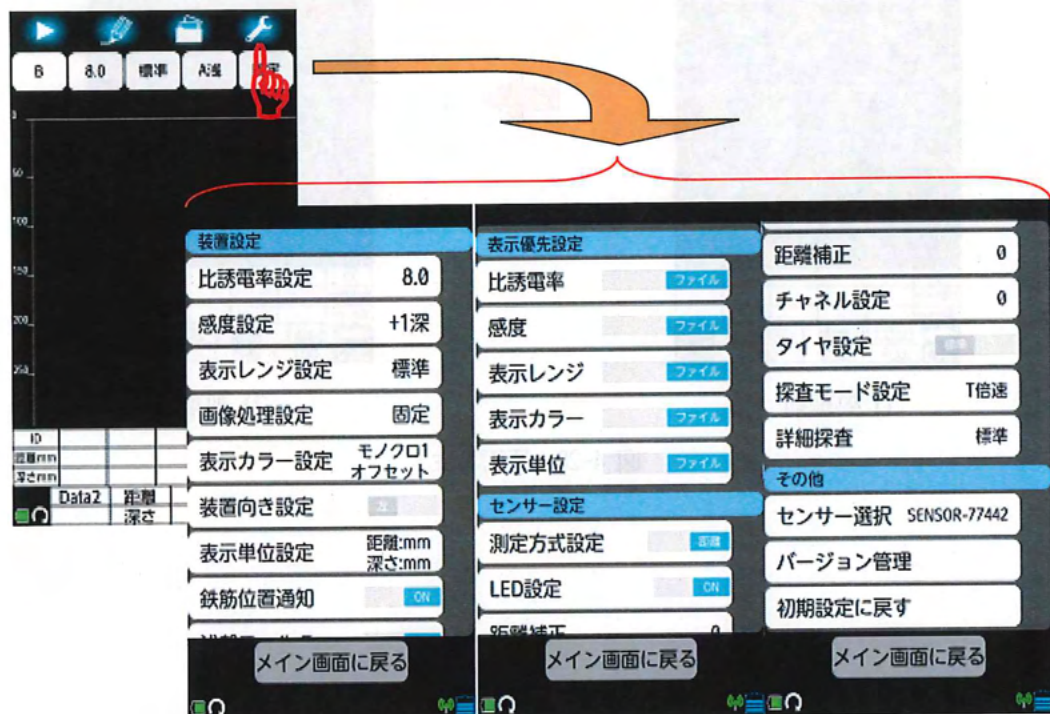

図 4-21 パラメータ設定画面
探査停止状態のときに、パラメータアイコン（図 4-1 ④）を長押しするとパラメータ設定画面（図 4-21参照）に切り替わります。この画面に表示されるメニューを用い、探査時の比誘電率、感度等の各種パラメータ設定を行うことができます。画面をスクロールし、設定するメニューをタップすることで各設定画面に移行します。設定終了後、[メイン画面に戻る]ボタンをタップするとメイン画面に戻ります。
探査時の比誘電率は、パラメータ設定画面(図 4-21 参照)の[非誘電率設定]メニューにより設定します。設定可能な比誘電率値は、2.0~20.0です。
探査時の感度は、パラメータ設定画面(図 4-21 参照)の[感度設定]メニューで設定します。設定可能な感度は、-2 浅、-1 浅、A 浅、+1 浅、+2 浅、+3 浅、+4 浅、-2 深、-1 深、A 深、+1 深、+2 深、+3 深、+4 深です。
探査時の表示レンジはパラメータ設定画面（図 4-21 参照）の[表示レンジ設定]メニューで設定します。設定可能な表示レンジは、「浅」、「標準」、「深」、「浅ワイド」、「標準ワイド」、「深ワイド」です。
探査時の画像処理はパラメータ設定画面(図4-21参照)の[画像処理設定]メニューで設定します。設定可能な画像処理は、固定表面波処理、ユーザ表面波処理、原画の3つです。
探査時の表示カラーはパラメータ設定画面（図 4-21 参照）の[表示カラー設定]メニューで設定します。設定可能な表示色は絶対値表示及びオフセット表示の2種類です。絶対値表示はカラー1、カラー2、カラー3、モノクロ1、モノクロ2の5種類が設定可能です。オフセット表示はカラー1、カラー2、カラー3、モノクロ1、モノクロ2、モノクロ3、モノクロ4の7種類が設定可能です。
表示単位設定はパラメータ設定画面（図 4-21 参照）の[表示単位設定]メニューで設定します。設定可能な単位は、mm、cm、m、inch、nSec です。nSec は深さの表示単位のみ